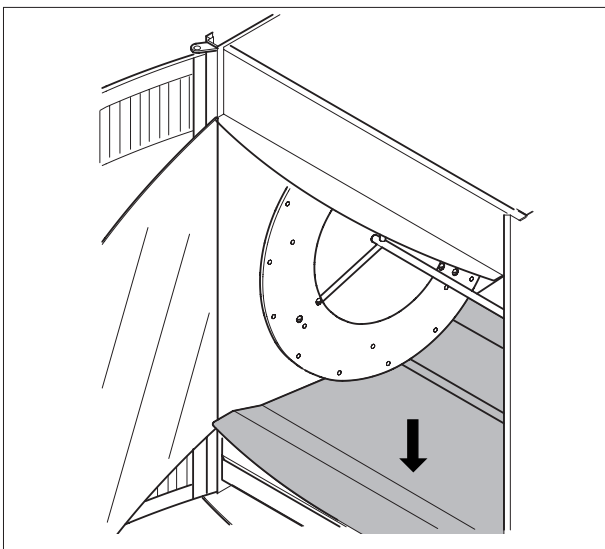

Figure 2.1
- Placer les plaques de base dans le STG (voir figure 2.1).